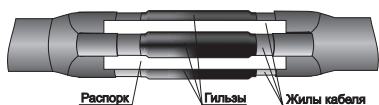

Рисунок 14
4.25 Вставить между жилами кабелей изолирующую распорку симметрично относительно центра муфты (рисунок 14).